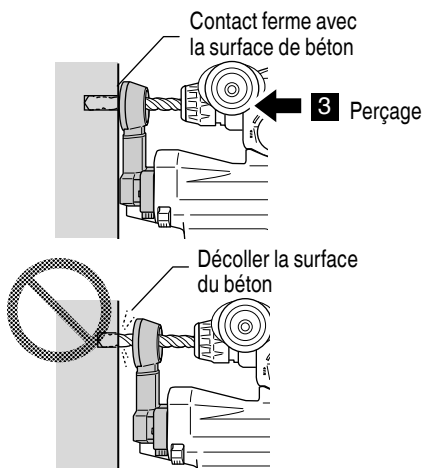

Fig. 12
- (3) En maintenant l'extrémité de la buse fermement en contact avec la surface du béton, procéder au perçage. (Fig. 12)